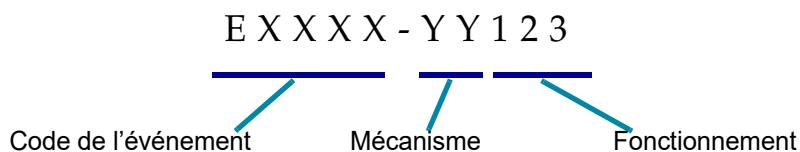

Figure 1-6-11 Code d'erreur à deux parties
(1)	L'affichage de l'écran tactile indique l'interruption du traitement dans un bandeau rouge en haut.
(2)	Le code d'erreur est affiché. Voir Figure 1-6-11 et Tableau 6.2 pour plus d'informations sur les codes d'erreur.
(3)	En plus d'une description de l'erreur, le message d'erreur fournit des instructions à l'opérateur.
①	L'affichage de l'écran tactile indique qu'une erreur irrécupérable s'est produite dans un bandeau rouge situé en haut.
②	Le code d'erreur est affiché. Voir Figure 1-6-11 et Tableau 6.2 pour plus d'informations sur les codes d'erreur.
③	Une description de l'erreur est affichée.
④	Si l'alarme sonore est activée, elle retentira jusqu'à ce que le bouton Désactiver l'alarme soit enfoncé ou que l'appareil soit éteint. Les voyants d'état du système clignotent en rouge.